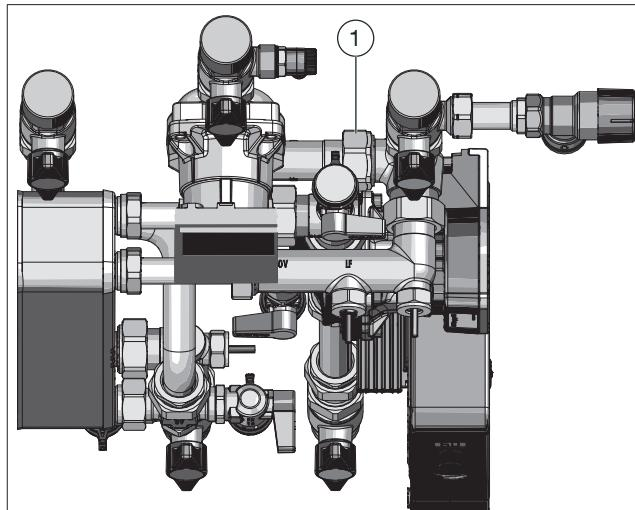
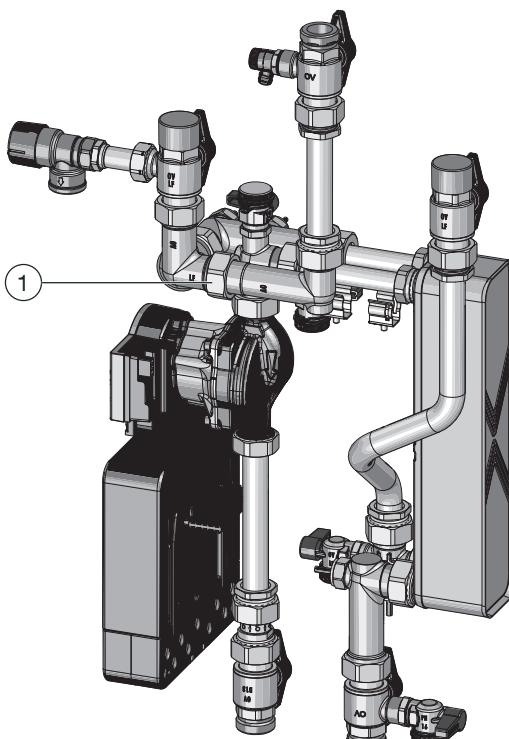

Abb. 6: Frischwasserstation incl. Zirkulationsset mit Hocheffizienzpumpe
Abb. 9: Rückansicht Frischwasserstation incl.
7. Verschrauben Sie das Zirkulationsset mit dem dazu gehörigen Dichtring an die Station (siehe Abb. 6 bis Abb. 9).